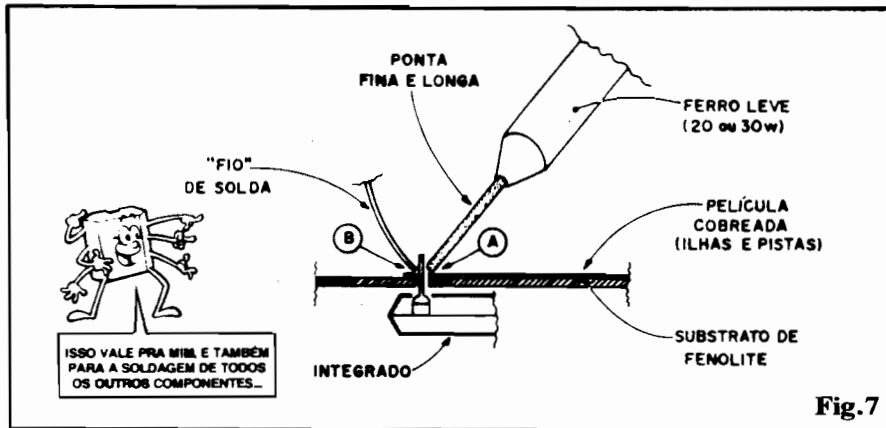

Fig.7
- FIG. 7 - OS CUIDADOS E PROCEDIMENTOS ELEMENTARES - Enfatizando os cuidados prévios e os "durantes" que devem ser tomados com respeito às soldagens, vamos, à vista da figura, lembrar passo-a-passo as etapas de uma soldagem perfeita:
pre numa forma esférica quase perfeita...) envolve bem o terminal, mas **não toca** na respectiva ilha... Obviamente que a ligação está IMPERFEITA, já que não há contato elétrico sólido entre terminal e ilha! As causas desse resultado são: ilha "fria" (a ponta do ferro **não foi** devidamente "encostada" **também** nela...) ou ilha **suja** (a solda "recusou-se a pegar" no cobre, tendo se agregado bem apenas ao terminal...). Um ponto de solda com tal aparência **tem** que ser refeito: suga-se a solda do terminal, limpa-se tudo e recomeça-se tudo, com um perfeito aquecimento da junção e todas as demais providências relatadas em anexo à fig. 7 já vista.
- B - A solda aparentemente faz contato com o terminal e a ilha, mas está toda "encarocada", angulosa, sem brilho... Muito provavelmente a conexão elétrica estará PREJUDICADA "por dentro"... As causas são: solda "fria" (foi breve demais a aplicação do calor da ponta do ferro) ou a própria ponta do ferro estava **suja** (esta deve ser raspada e estanhada antes de **cada** sessão de soldagem...). Conserta-se a falha também "sugando" tudo e refazendo a junção, com atenção aos conselhos já dados junto à fig. 7...